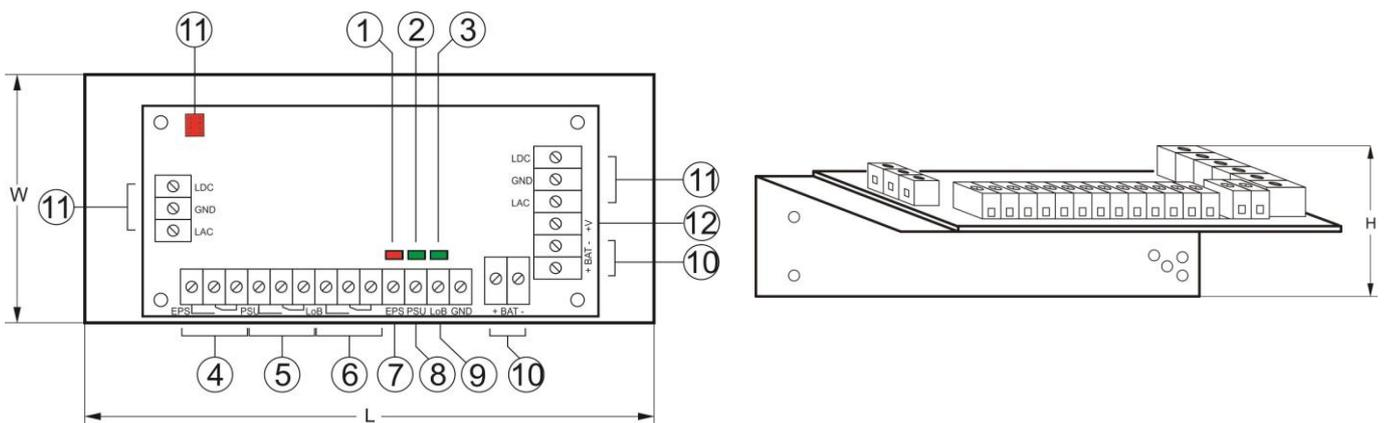

Abbildung 1: Ansicht des Moduls.
1.2. Beschreibung der Anschlüsse und Elemente des Moduls des Netzteils (Abbildung 1, Tabelle 1)
<p>Optische Signalisierung mit LED:</p> <ul style="list-style-type: none"> - Anliegen der AC-Stromversorgung - Anliegen der DC-Spannung am Ausgang des Netzteils - Niveau der Batteriespannung. 	<ul style="list-style-type: none"> - rote LED (Abbildung 1, Element 1): Bei normalem Zustand (Stromversorgung AC liegt an) leuchtet diese Diode durchgehend. Ein Stromausfall wird durch das Erlöschen der Diode angezeigt. Achtung: Die LED zeigt das Fehlen der AC-Spannung an, wenn der Stromausfall länger als 10 s dauert. - grüne LED (Abbildung 1, Element 2), zeigt den Zustand des DC-Spannung am Ausgang des Netzteils an. Bei normalem Zustand leuchtet die Diode durchgehend, bei Kurzschluss oder Überlastung des Ausgangs erlischt die Diode. - grüne LED (Abbildung 1, Element 3), zeigt das Niveau der Batteriespannung an. Im Normalzustand ($U_{BAT} > 23V$) leuchtet die Diode durchgehend, bei Absenkung der Batteriespannung ($U_{BAT} < 23V$) erlischt die Diode.